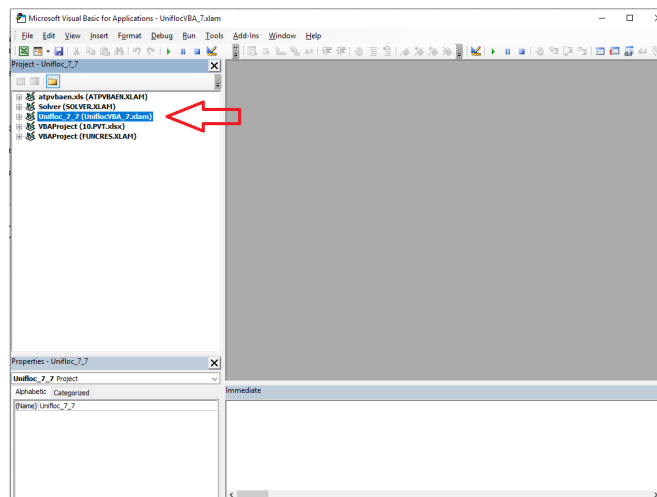

Рис. 3.1 — Окно редактора VBE с загруженной надстройкой Unifloc 7.9 VBA
1. Запустите файл с надстройкой Unifloc 7.9 VBA. Для того чтобы убедиться, что надстройка запущена откройте редактор VBE (Alt+F11). В дереве проектов должен отображаться файл надстройки UniflocVBA_7.xlam, рис. 3.1.